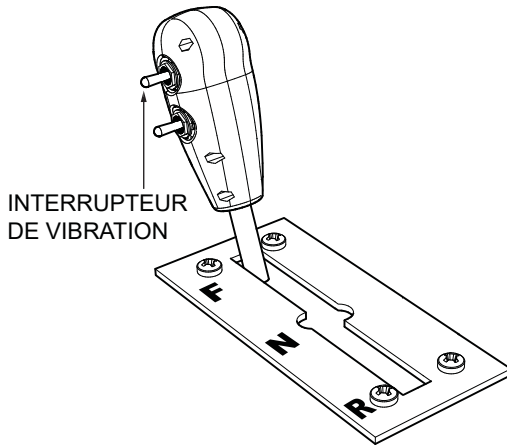

Figure 24. Interrupteur à levier de vibration
1. Pour commencer avec l'action vibratoire, faire basculer l'interrupteur de vibration situé sur le côté droit du levier de déplacement, comme cela est indiqué sur la figure 24. Cela générera 3 400 lbf. (15,1 kN) de force centrifuge pour 4200 vpm (vibrations par minute) de fréquence sur le tambour avant.